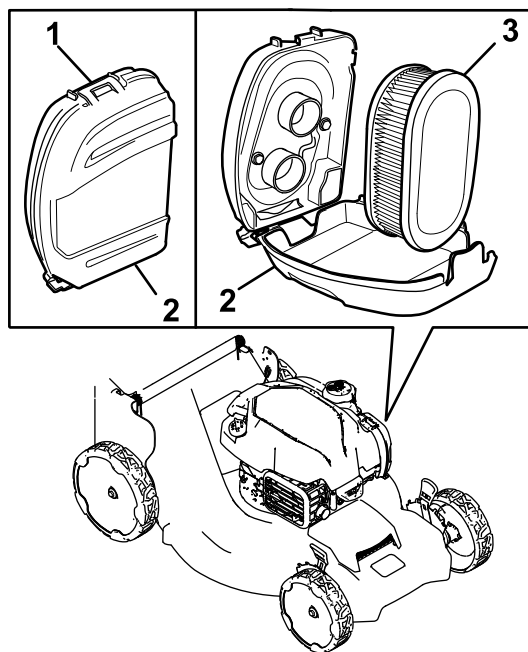

Figura 22
1. Desencaixe a parte superior da cobertura do filtro de ar (Figura 22).
2. Retire o filtro de ar (Figura 22).